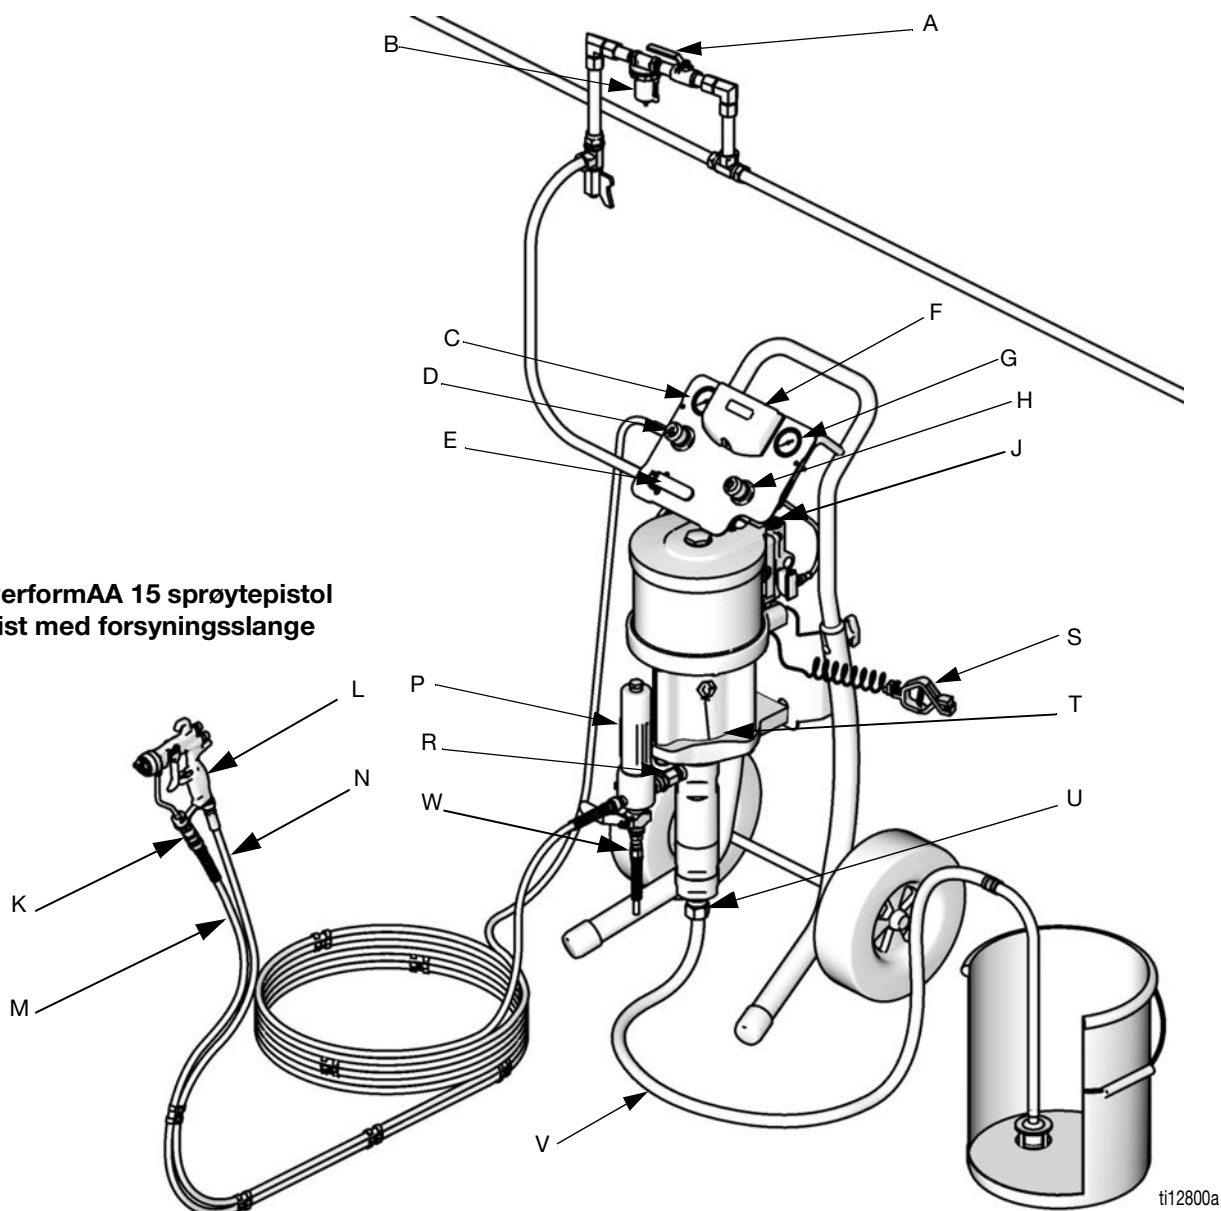

FIG. 1. Standard installasjon (det er ikke sikkert at pakken din inneholder alle delene som er vist.)
FIG. 1 er kun en veiledning for valg og montering av systemets komponenter og tilbehør. Ta kontakt med din Graco-forhandler for å få hjelp til å designe et system som er tilpasset dine spesielle behov.
Se FIG. 1. **Komponentene varierer avhengig av hvilken pakke du bestilte.** Se tabellene på side 7 til 16. Pakken din kan inneholde:
Det følgende tilbehøret skal monteres i rekkefølgen som er vist i FIG. 1, med bruk av adaptere når det er nødvendig.
1. Se FIG. 1. Fest enden av den blå væskeslangen (M) på pumpeutløpet (R) eller filterutløpet (P).
2. Fest en ende av luftslangen (N) på pistolens luftregulator (D).
3. Fest den andre enden av luftslangen (N) til luftinntaket nederst på pistolen (L).
4. Fest pistolsvivelen (K) i pistolens væskeinntak.
5. Fest den andre blå væskeslangeenden (M) på pistolens svivel (K).
2. Se FIG. 1. Steng hovedluftventilen med utlufting (D).
1. Se FIG. 1. Lås pistolens avtrekker. Ta av dyseholderen og dysen på pistolen (L). Se pistolens håndbok.
2. Steng pistolens luftregulator (D) og pumpens luftregulator (H) ved å vri knottene mot urviseren slik at trykket reduseres til null. Steng hovedluftventilen med utlufting (E). Sjekk også at alle tappeventiler er stengt.
3. Koble luftslangen til hovedluftventilen med utlufting (D).
6. Hold metalldelen på pistolen (L) tett mot siden av et jordet metallspann, ta av avtrekkerlåsen og hold avtrekkeren åpen.
8. Åpne hovedluftventilen med utlufting (E). Skru luftregulatoren (H) sakte med urviseren, øk trykket helt til pumpen starter.